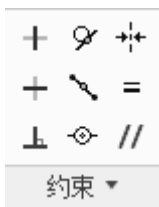
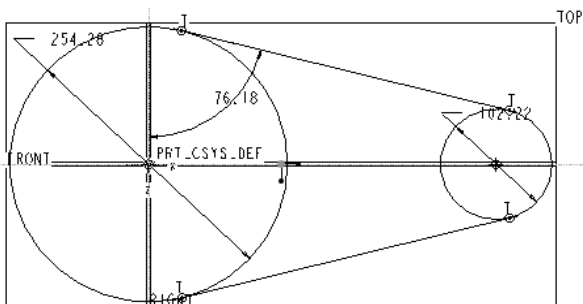

图 3.18 【约束】对话框
图 3.19 相切后的情况
(5) 单击如图 3.18 所示【约束】操控板中的相切按钮 ，系统要求选取两图元，使它们相切。分别选取直线和圆，从而使它们相切，注意到在切点处出现了 T 符号。结果如图 3.19 所示。